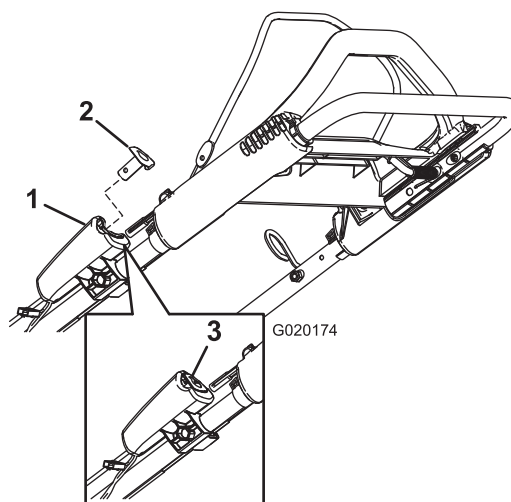
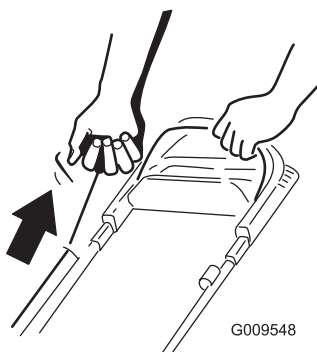

Figure 12
Figure 13
2. Appuyez sur le bouton de démarrage électrique (Figure 12) (modèle à démarrage électrique uniquement) ou tirez la poignée du lanceur (Figure 13).
Remarque: Si le bouton de démarrage électrique a été retiré, insérez-le dans le démarreur électrique; voir Figure 12 (modèle à démarrage électrique uniquement).
(Figure 13). Laissez le lanceur se rétracter lentement jusqu'à la poignée.